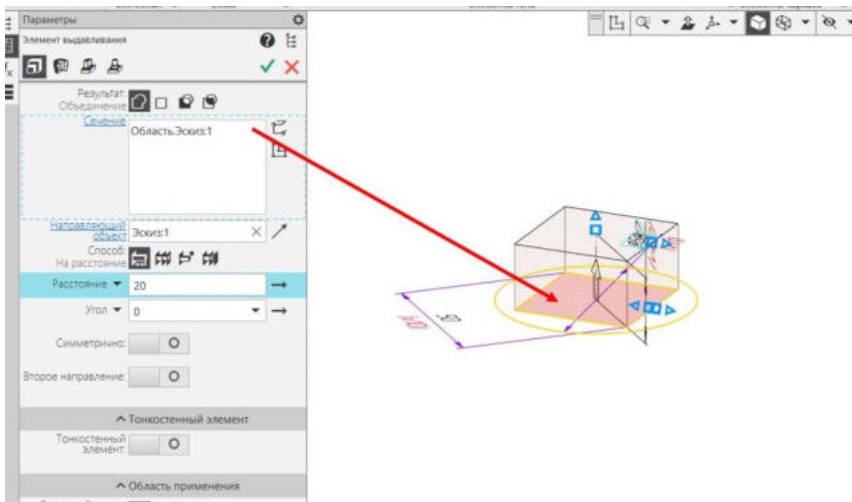

Рисунок 6.2
- ромб, Расстояние - **20** (рисунок 6.2). **Принять**.